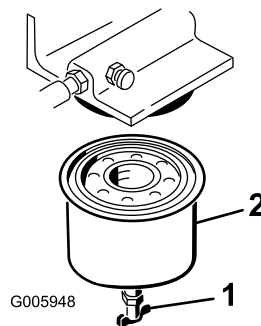

Figura 32
4. Abra la válvula de drenaje (Figura 32) y vacíe el combustible del filtro de combustible en un recipiente adecuado; elimínelo correctamente.
5. Retire el filtro de combustible con una llave para filtros (Figura 32).